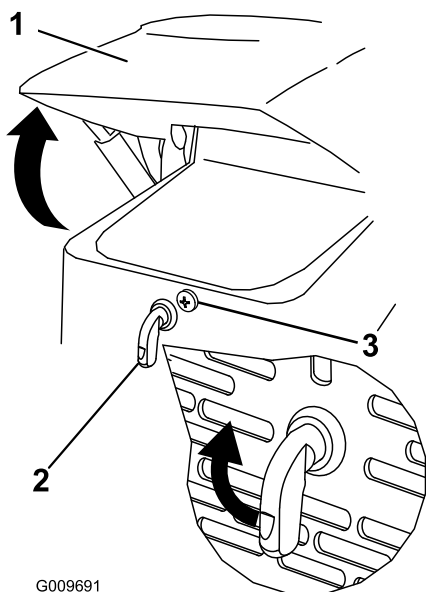

Figura 27
1. Afloje el tornillo de bloqueo del capó (Figura 27)
- Giro el cierre del capó en el sentido de las agujas del reloj (Figura 27).
- Levante el capó (Figura 27).
- Ajuste el tornillo de bloqueo del capó para asegurar el cierre (Figura 27).